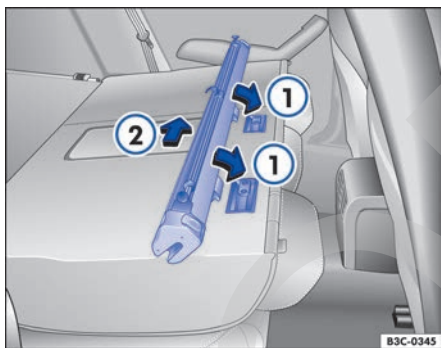

Fig. 242 Montar la red de separación en los respaldos del asiento trasero.
- Coloque la carcasa de la red en los rebajes de las guías de sujeción → fig. 242 ①.
- Empuje la carcasa de la red hacia el lado izquierdo del vehículo, en el sentido de la flecha, hasta el tope → fig. 242 ②.
- Empuje la carcasa de la red aprox. 5 cm en el sentido contrario al de la flecha → fig. 242 ②.
- Extraiga la carcasa de la red fuera de las guías de sujeción → fig. 242 ①.